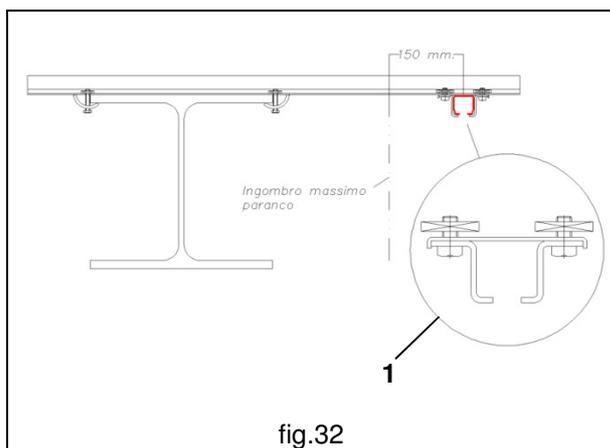

fig.32
4. Suspender el canal de deslizamiento de la línea a las ménsulas utilizando las suspensiones **1**. La distancia entre la viga y la línea alimentación varía según el tipo de polipasto montado. En general el festoon debe deslizarse a unos 150 mm. desde las dimensiones máximas de la máquina (fig. 32).